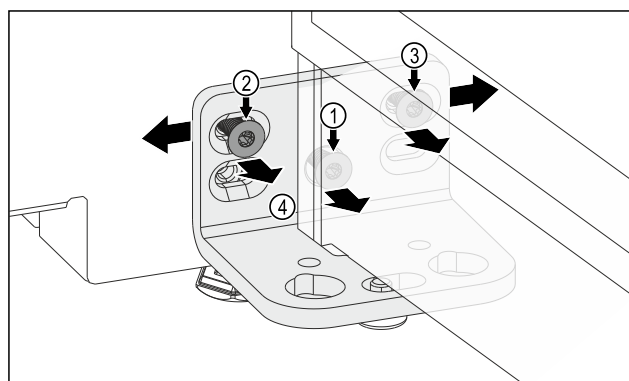

Fig. 12
- Schraube Fig. 12 (1) entfernen.
- Schraube Fig. 12 (2) und Schraube Fig. 12 (3) lösen. Für Schraube Fig. 12 (3) brauchen Sie einen kurzen Winkelschraubendreher.
- Tür mit Scharnierwinkel Fig. 12 (4) nach links verschieben.
- Tür mit Scharnierwinkel Fig. 12 (4) nach rechts verschieben.
- Endposition der Tür ist erreicht: Schraube Fig. 12 (2) und Schraube Fig. 12 (3) festschrauben.
- ▶ Sie benötigen die Schraube Fig. 12 (1) nicht mehr.